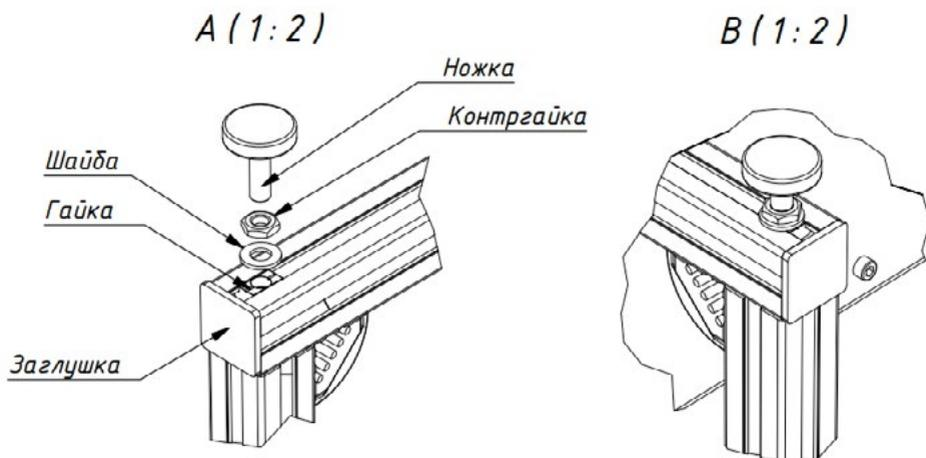

Рисунок 2
3. Наденьте на ножку контргайку и шайбу. Вкрутите ножку в гайку по резьбе. При необходимости затяните контргайку (рисунок 2).